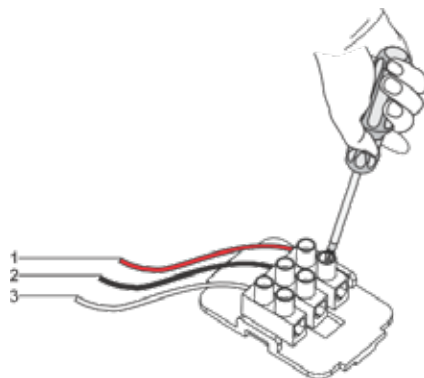

Fig. 17
1. **NC / COM**: Når disse 2 forbindelser bruges og emhætten slukkes vil emhætten give det forbundene apparat konstant signal. (Fig. 17).
2. **NO / COM**: Når disse 2 forbindelser bruges og emhætten tændes vil emhætten give det forbundene apparat konstant signal. (Fig. 17).